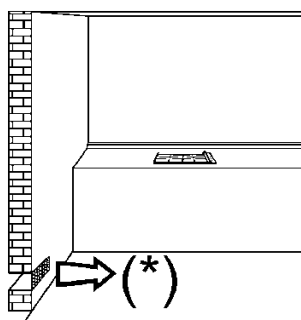
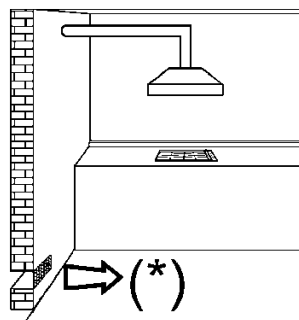

РИС. 3
РИС. 4
- Во время работы газовой конфорки в помещении, где установлена газовая плита/варочная поверхность, образуется тепло и влага. Поэтому в помещении должна быть обеспечена надлежащая вентиляция; для этого вентиляционные решетки должны быть чистыми (рис. 3), а также рекомендуется предусмотреть механическое вентиляционное устройство (вытяжку или электрический вентилятор, рис. 4 и 5).